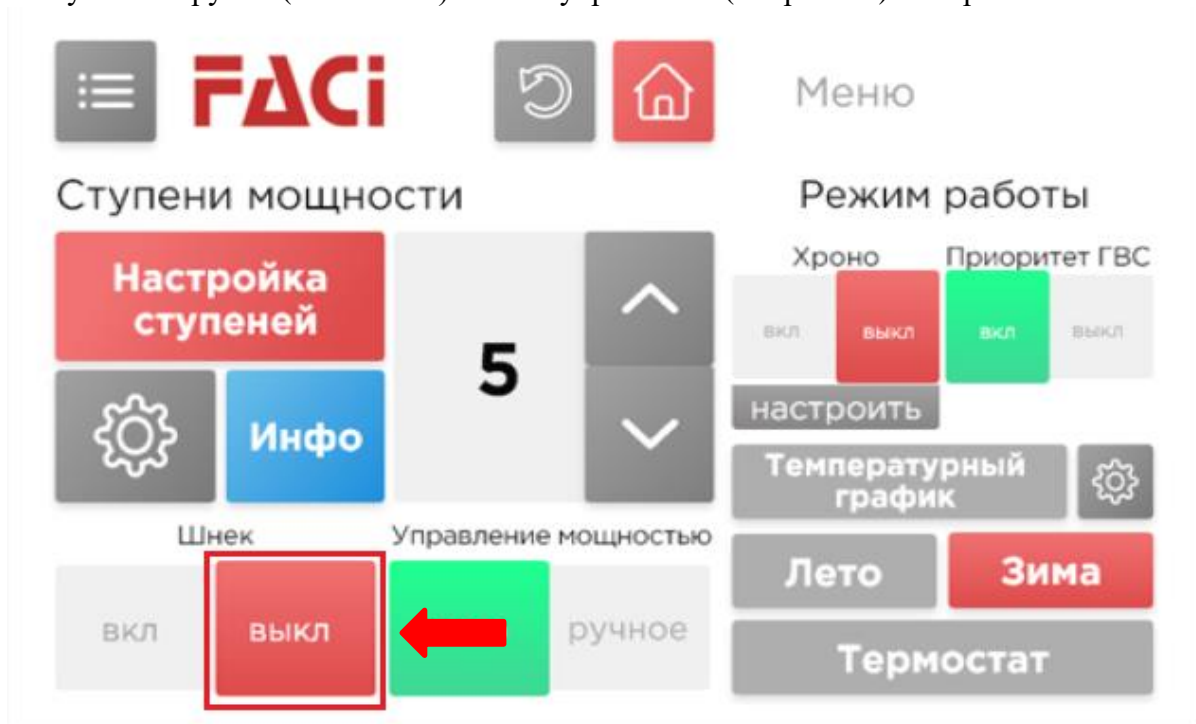

Рис. 17
2.4.3 Заполните бункер топливом. Произведите ручную подачу топлива, для этого следует выбрать функцию «Ручная загрузка»(см. п 4.6.4.) панели управления (см. рис. 17) выберите шнек Вкл/Выкл.